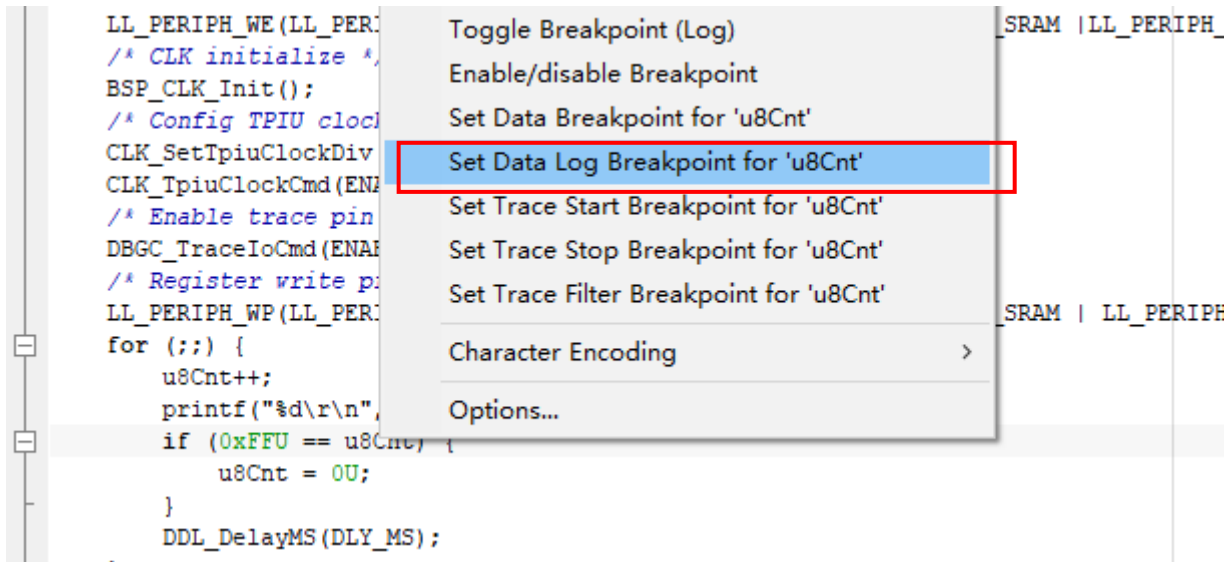

图 3-6 Data Log 设置
- 图 3-6 中 u8Cnt 为全局变量，在该变量处，右键单击，选择“Set Data Log Breakpoint for 'u8Cnt'”。